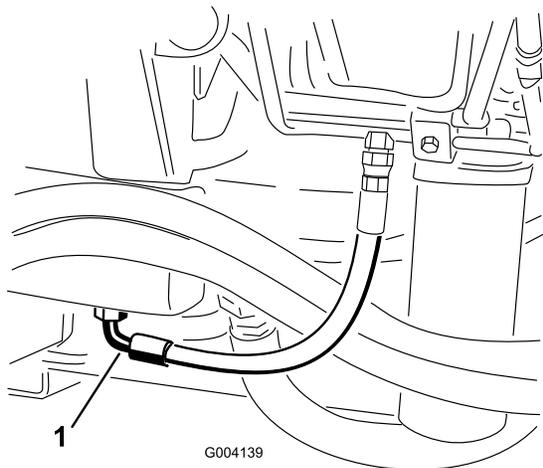

Рисунок 99
3. Установите большой сливной поддон под штуцер, расположенный в нижней части бака с гидравлической жидкостью (Рисунок 99).